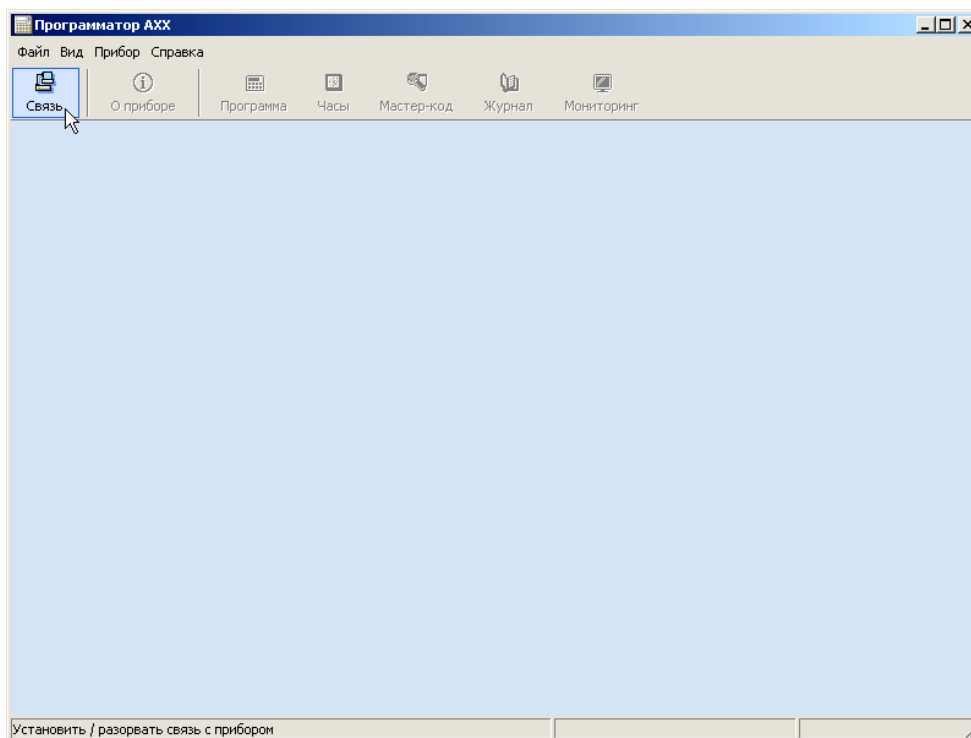

Рисунок 5 – Установление связи с программируемым устройством
**2.3.1.1 Сервисная иконка «Связь».** Для установления связи с программируемым устройством требуется кликнуть на сервисную иконку «Связь» расположенную на панели инструментов, рисунок 5.